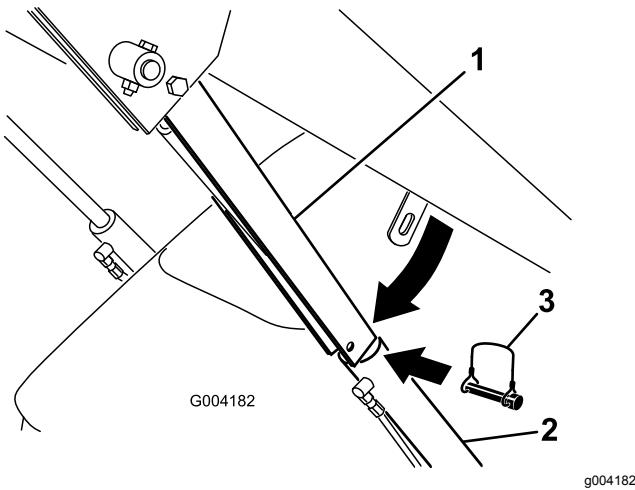

Bild 23
4. Entfernen Sie den Klappstecker, mit dem das Zylinderschloss am Hubarm befestigt ist (Bild 23).
5. Senken Sie das Zylinderschloss über die Zylinderstange und befestigen Sie es mit dem Klappstecker (Bild 23).